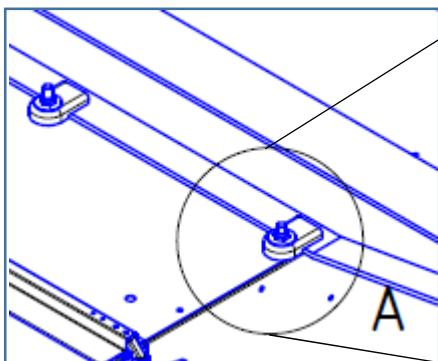

Abb.1
- Die Spannpratzte muss einen Abstand von min. 2mm zum Hauptträgergurt haben (Abb.1 und Abb.2)
- Die Spannpratzte muss einen seitlichen Abstand zu Rahmenkrümmungen, Schweißnähten und Kanten, Querträgern (Rahmen innen) von min. 20mm haben. (Abb.1 und Abb.2)